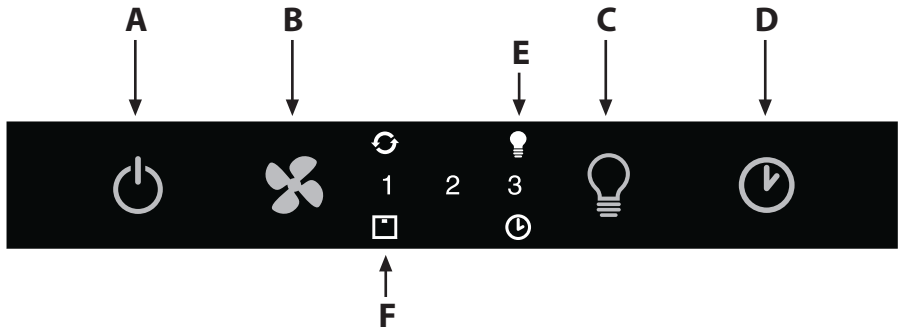

Fig.15A
• Manöverfunktioner (Fig.15A-15B):